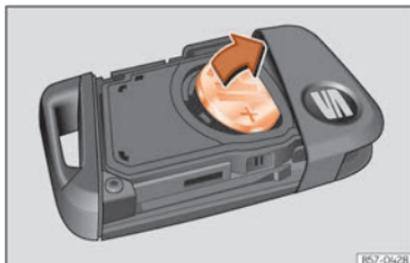

Fig. 88 Chave do veículo: extração da pilha.
- Retire a pilha do seu compartimento fazendo alavanca »»» **Fig. 88**.
- Encaixe uma pilha de botão nova no compartimento »»» ❶.